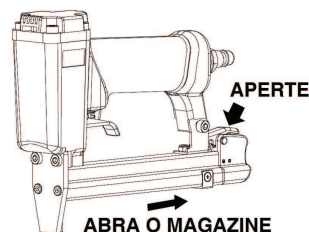

Figura 1
- 2 – Aperte a trava do magazine e abra o magazine (figura 1);